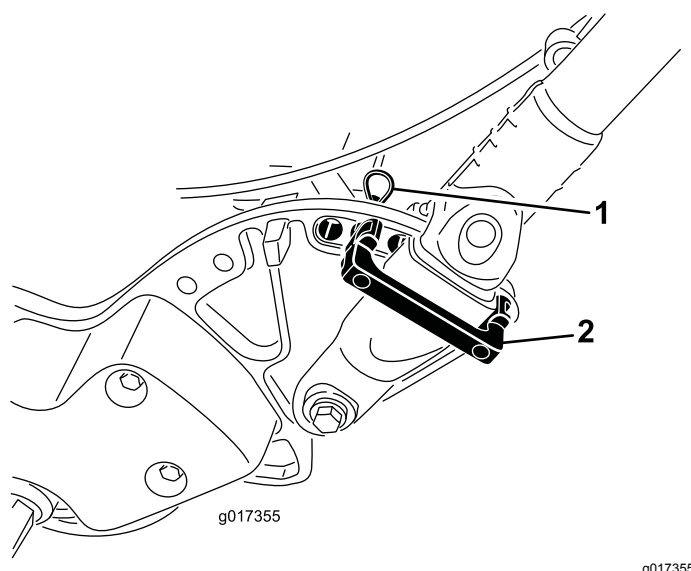

Figure 9
1. Soutenez le guidon et retirez les serre-câbles qui attachent les manchons de serrage du guidon aux plaques latérales (Figure 9).
2. Faites pivoter le guidon à la position d'utilisation voulue, placez une retenue sur le manchon de serrage du guidon et dans les trous correspondants de la plaque latérale (Figure 9).
3. Fixez la retenue avec une goupille fendue (Figure 9).